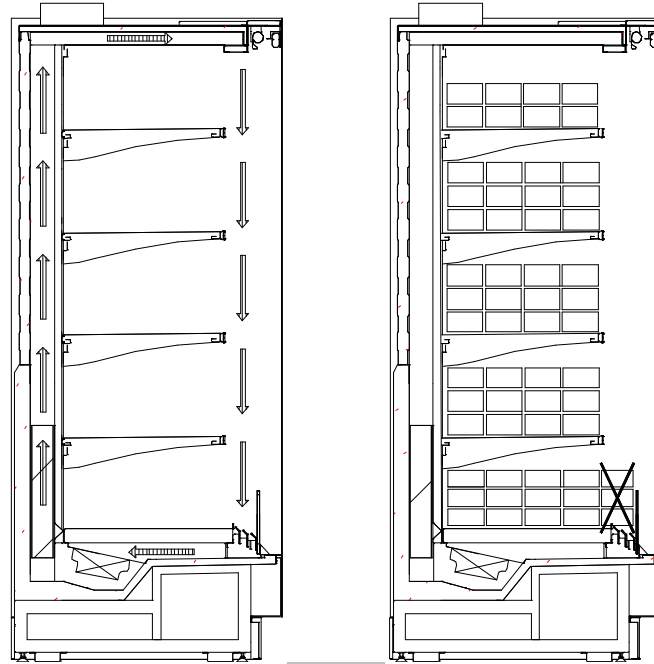

FIG. 15
- Non ostruire le feritoie di distribuzione del freddo che garantiscono il corretto flusso dell'aria (FIG. 15).